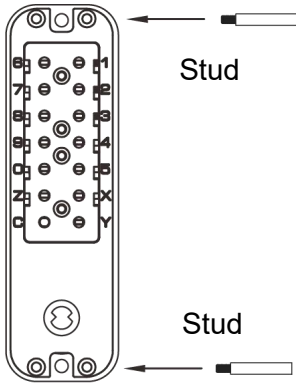

FIG9A
- 1) Schrauben Sie zunächst die Schraube in das Schraubenloch des Zahlenschlosses an der Vorderseite (siehe Abbildung 9A). Wählen Sie anschließend den passenden Vierkantschaft entsprechend der Türstärke aus (siehe Abbildung 10).